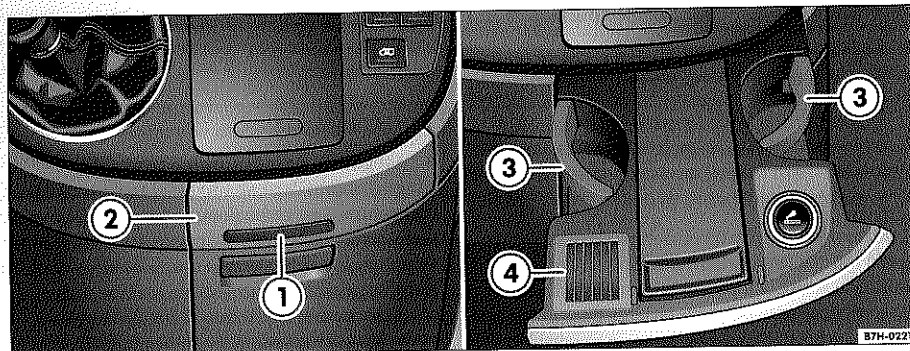

Fig. 80 Portabebidas del tablero de instrumentos
- En vehículos con el *volante a la izquierda*, pulse la tecla ⇒ fig. 80 ① para abrir el portabebidas. El portabebidas ② se abre automáticamente.
- Abra un poco el brazo correspondiente ③ y coloque la botella o la lata en el soporte previsto para ello.